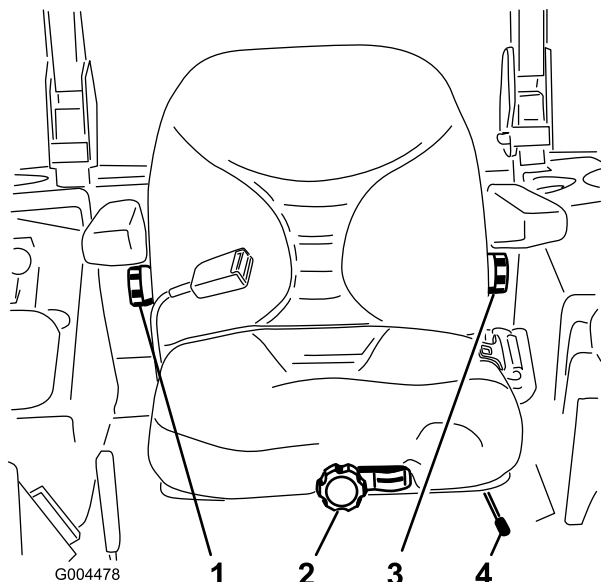

图 15
1. 要调整座椅请侧向移动控制杆打开座椅的锁定图15。
要调节座椅靠背可向任一方向旋动位于右侧扶手下方的旋钮以提供最佳的舒适性图 15。
要调节座椅靠背可向任一方向旋动位于左侧扶手下方的旋钮以提供最佳的舒适性图 15。